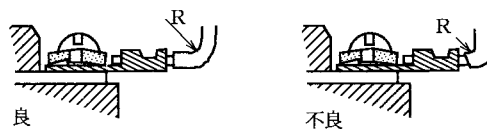

図3-38 電線の曲げ
- ⑤ 電線の曲げは、図3-38に示すように、圧着端子に張力が加わらないように長さを確保して行う。